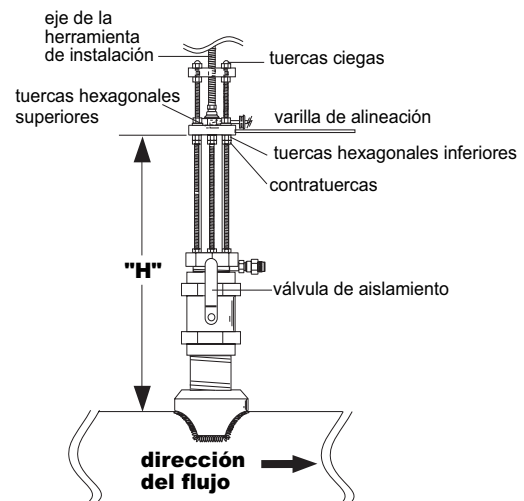

Fig. 12
- I.** Utilizando una careta para protección facial, **abrir lentamente la válvula de aislamiento hasta llegar a la posición totalmente abierta.** Aflojar las tuercas hexagonales inferiores y las contratuercas, y desplazarlas a la dimensión "H" correcta. Girar el eje de la herramienta de instalación en **sentido horario** hasta que la brida del sensor haga contacto con las tuercas hexagonales inferiores y las contratuercas. Roscar las tuercas hexagonales superiores hasta que hagan contacto con la brida del sensor. Apretar las tuercas hexagonales superiores para afianzar el sensor (fig. 12).